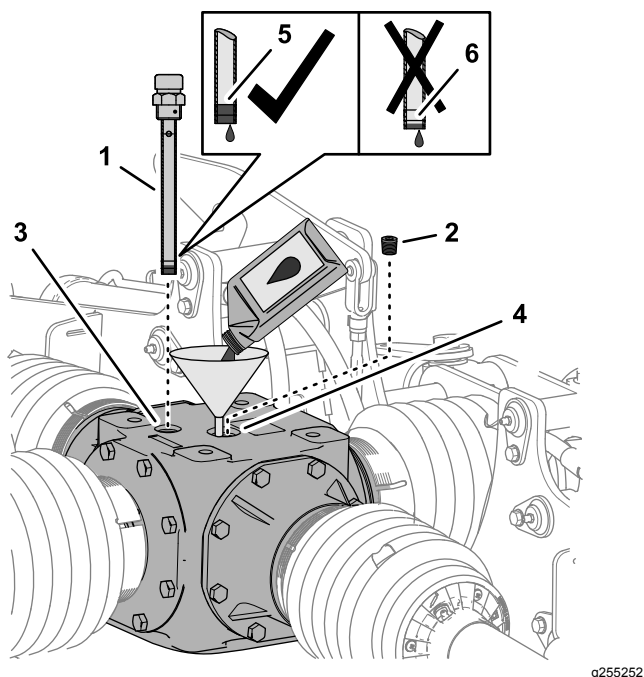

Рисунок 55
1. Извлеките масломерный щуп из отверстия в верхней части среднего редуктора и на чисто протрите щуп (Рисунок 55).
2. Выверните пробку из заливного отверстия в верхней части редуктора (Рисунок 55).
3. Долейте 1774 мл трансмиссионного масла указанного типа в редуктор через заливное отверстие (Рисунок 55).
4. Заверните масломерный щуп в отверстие, выверните щуп и проверьте уровень масла по щупу (Рисунок 55).
6. Заверните масломерный щуп в заливное отверстие и затяните его (Рисунок 55).
7. Заверните пробку в заливное отверстие и затяните ее (Рисунок 55).